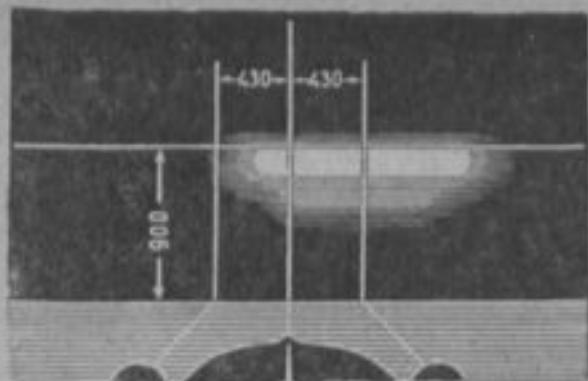

Рис. 6. Световое пятно правой фары
3. Направить свет правой фары так, чтобы центр светового пятна был на правой вертикальной линии, а верхний край пятна был на уровне горизонтальной линии экрана (рис. 6). Закрепить фары в этом положении и после крепления проверить, не сместилось ли пятно.